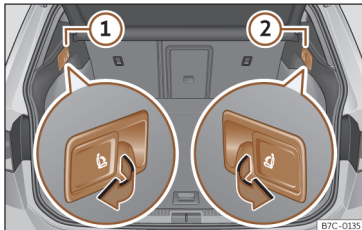

Fig. 77 Dans le coffre à bagages : leviers de déverrouillage du dossier arrière.
- Tirez le levier de déverrouillage à distance de la partie gauche >>> **fig. 77** ① ou droite ② du dossier dans le sens de la flèche. La partie déverrouillée du dossier arrière se rabat automatiquement vers l'avant.